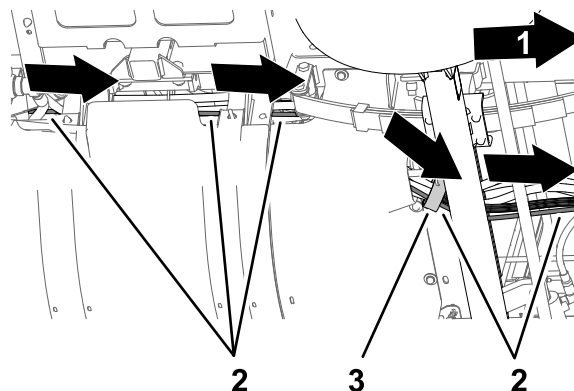

Figura 7
2. Eleve o banco e continue a encaminhar o tubo para a frente ao longo da cablagem da máquina, através da braçadeira de suporte e sob a placa do piso (Figura 7).